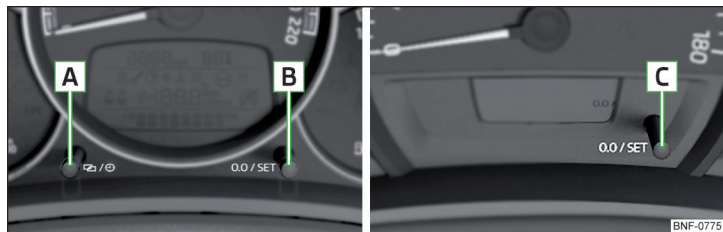

Fig. 21 Teclas no painel de instrumentos: Variante 1 e 2 / Variante 3
- Manter a tecla [C] premida » Fig. 21 na página 38, até que o indicador da hora / da temperatura exterior pisca.
- Manter a tecla [A] premida » Fig. 21, até que a hora pisca no visor.
- Manter a tecla [C] premida » Fig. 21, até que o indicador da hora pisca no visor.
- Premir a tecla [B] ou [C] » Fig. 21 na página 38.
- Seleccionar o contador para as distâncias percorridas (trip) e manter a tecla [B] ou [C] premida » Fig. 21 na página 38.